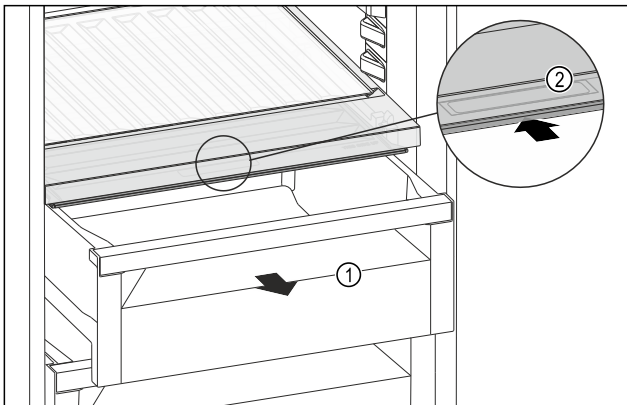

Fig. 87
- Schubfach Fig. 87 (1) herausziehen.
- Griffmulde Fig. 87 (2) am Fachdeckel anfassen und Fachdeckel gleichzeitig nach hinten schieben.